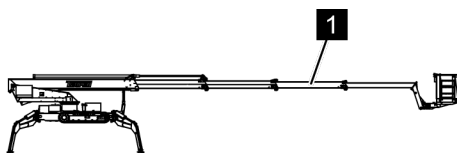

Fig. 158: Sortir le bras télescopique
5. ➤ Sortir complètement le bras télescopique (Voir la Fig. 158/1) (☞ Chapitre 6.16 « Mode d'entretien » à la page 137).
7. ➤ Rentrer complètement le bras télescopique (Voir la Fig. 158/1) (☞ Chapitre 6.16 « Mode d'entretien » à la page 137).